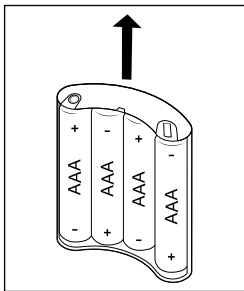

Afb. 1
2. Draai het hoofdapparaat **7** ondersteboven om bij de sluiting van het batterijvak **13** te kunnen komen. Draai de sluiting van het batterijvak **13** tegen de wijzers van de klok in, in de richting van **open** , tot de sluiting van het batterijvak **13** kan worden afgenomen (zie afb. 1).